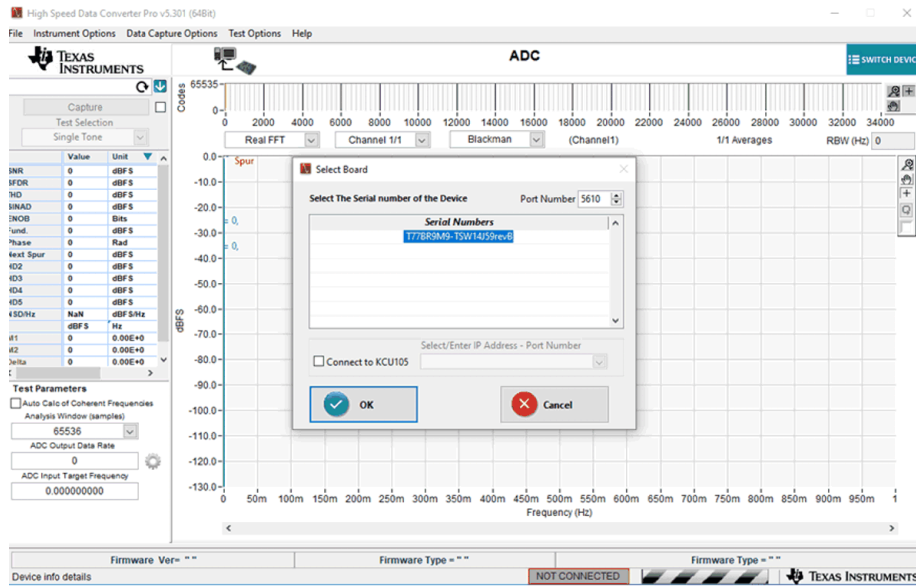

图 4-1. TSW14J59EVM 序列号
2. GUI 首先尝试连接到 EVM USB 接口。如果 GUI 识别出一个有效的电路板序列号，则将打开一个显示该序列号的弹出窗口，如图 4-1 所示。用户可以将多个 TSW14J59 EVM 连接到一台主机 PC，但 GUI 一次只能连接到一个 EVM。当多个电路板连接到 PC 时，弹出窗口会显示识别的所有序列号。然后，用户选择将 GUI 与哪个电路板关联。